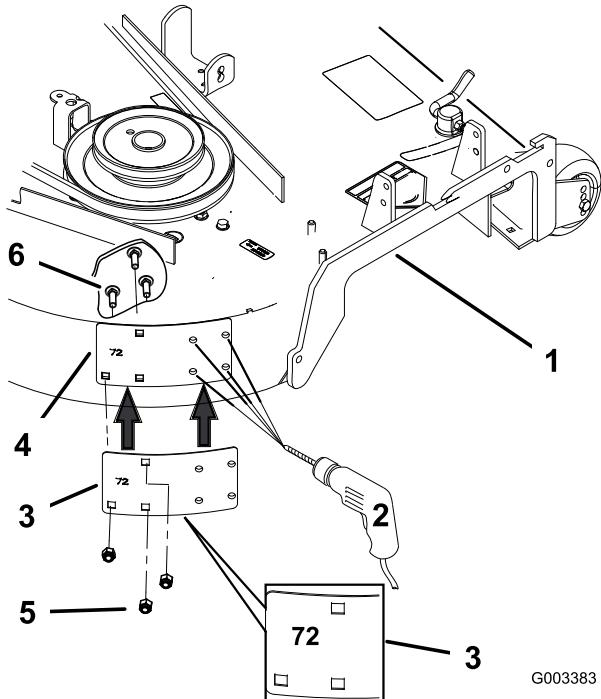

Figure 15
1. Installez le gabarit en métal numéro 72 sur le tablier de coupe avec les boulons de carrosserie et écrous retirés précédemment insérés dans les trous existants du tablier (Figure 15).
2. Marquez au pointeau les nouveaux emplacements des trous du tablier en vous aidant des 4 trous du gabarit (Figure 15).
3. Retirez le gabarit et percez 4 avant-trous (3,2 mm (1/8 po) de diamètre) avec un foret bien affûté (Figure 15).
4. Percez 4 avant-trous (10,3 mm (13/32 po) de diamètre) dans les avant-trous avec un foret bien affûté (Figure 15).